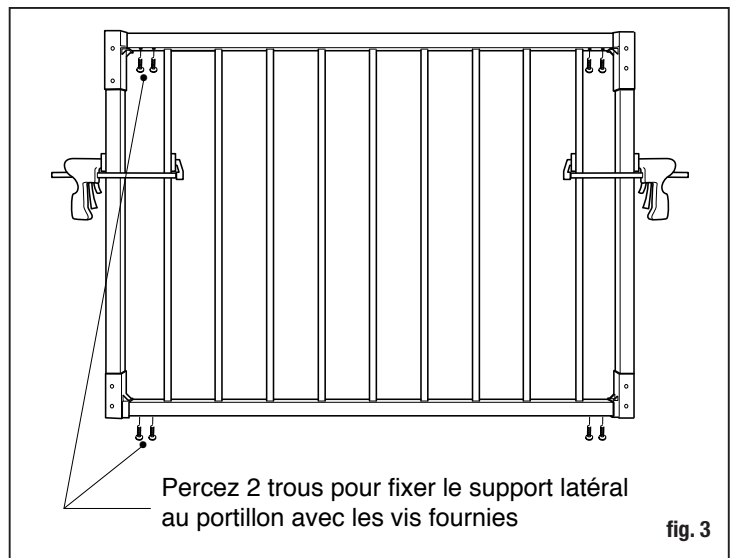

fig. 3
**Étape 6** Fixez les supports latéraux au battant du portillon (A) à l'aide de 2 vis n° 10-16 x 3/4 po en passant par le dessous des traverses supérieur et inférieur, dans l'épaisseur des connecteurs des supports latéraux. Utilisez des pinces rapides pour maintenir les côtés en place pendant que vous fixez les vis. Effectuez un perçage préalable des trous en utilisant un foret de 4 cm (1/8 po) HSS (Acier rapide). Faites attention à ne pas érafler le poteau avec le mandrin de perçage. On pourrait mettre le portillon sens dessus dessous pour rendre cette étape plus facile (fig. 3).